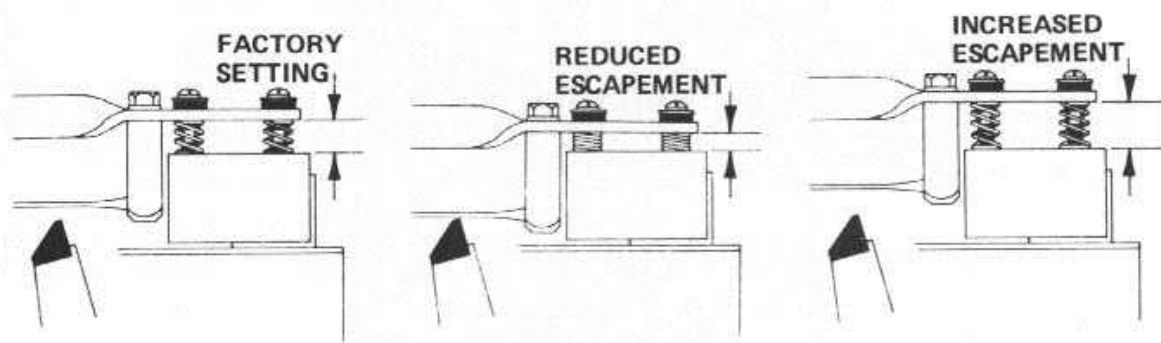

Figure 4-4. Adjustment Location 1
a. To decrease the Escapement distance, compress both Escapement Adjusting Springs (Figure 4-4).
a. Pour diminuer la distance d'échappement, compressez et les deux ressorts de réglages l'échappement. (Figure 4-4).